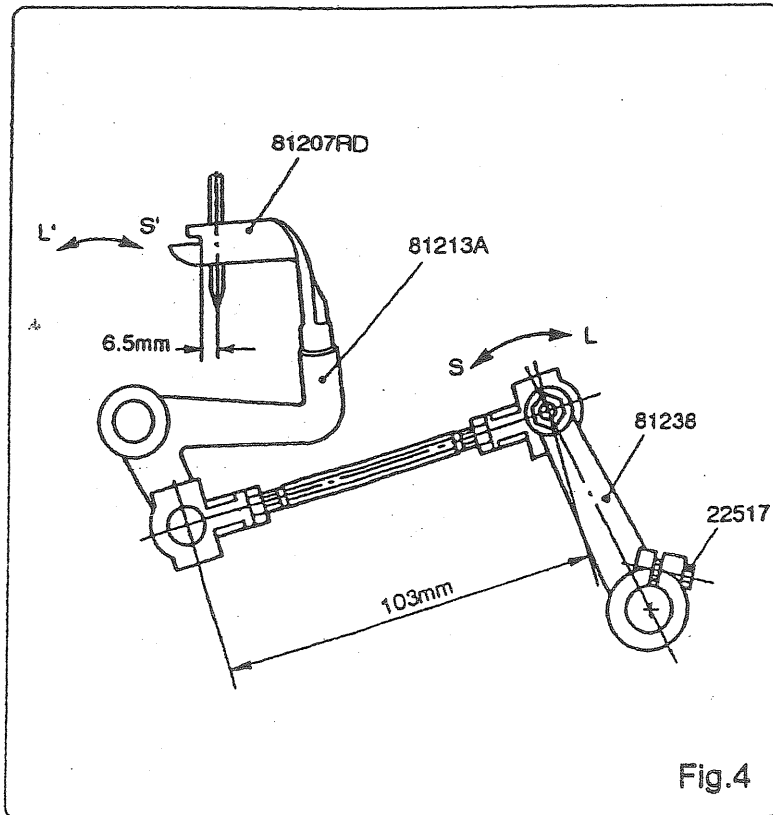

Fig.4
- (1) Turn pulley clockwise upper looper is in the furthest left position, and check clearance between needle center and upper looper (81207RD). The clearance must be 6.5 mm as shown in Fig. 4. To adjust, loosen setscrews (22517) of spreader drive lever (81238) and tilt the lever in direction of S to move upper looper in direction of S' or lift it in direction of L to move upper looper in direction of L'. Tighten setscrews (22517) after adjusting.
Caution : Center distance of ball joint rod which connects spreader drive lever (81238) and spreader lever (81238A) is factory set at 103 mm Fig.4. Do not try to adjust this; if the distance is changed, looper and spreader will not be timed.
- (1) プーリーを時計方向に廻して、上ルーバー (81207RD) が最も左側にきたとき、針芯から上ルーバーのエグリ部までの距離をチェックして下さい。Fig.4で示す通り、その距離が6.5mmであれば正しい位置にあります。もし、その距離が長かったり短い場合は、スプレッターレバー (81238) のセットネジ (22517) を仮締めし、スプレッターレバーを倒す方向 (S) に動かすと、スプレッターは右方向 (S') に動き、起こす方向 (L) に動かすと、スプレッターは左方向 (L') に動きます。正しい寸法がえられたら、スプレッターレバーのセットネジ (22517) を締付けて下さい。